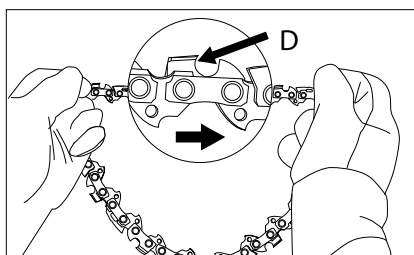

Rys. 5
3. Odkręć obie nakrętki (A) mocujące drążek i pokrywę ochronną. Zdjąć osłonę wraz z osłoną hamulca łańcucha (B) (Rys. 5).